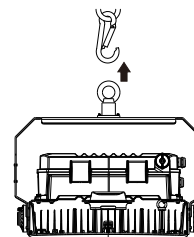

Fig. 21
4. Attachez l'œillet au crochet (non fourni, Fig. 21).